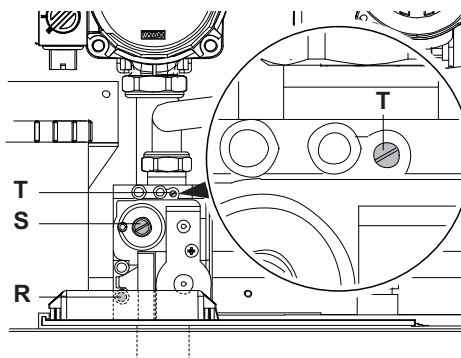

Fig. 7.5
- Compare el valor de CO₂ indicado por el analizador con el de las tablas CO₂ con Q.min. incluidas en la sección "Datos técnicos Mare 55" pág. 22. Para calibrar el CO₂ de la caldera (presión del gas en el quemador) desenrosque el tapón de latón (S) y regule el tornillo Allen Ø 4 mm (Fig. 7.5; girando en el sentido de las agujas del reloj, el valor de CO₂ aumenta).
- Si los dos datos no coinciden, intervenga en el tornillo de regulación máxima (T) (Fig. 7.5) de la válvula de gas y calibre el CO_2 al valor indicado en las tablas de la sección "Datos técnicos Mare 55" pág. 22 (girando en sentido contrario al de las agujas del reloj, el valor de CO_2 disminuye).